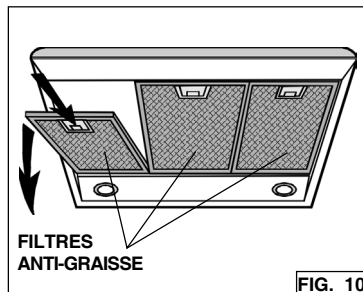

FIG. 10
1. Pour retirer le filtre à GRAISSE, attrapez la languette du taquet et abaissez-la afin de dégager le filtre de la hotte. Inclinez le filtre vers le bas et retirez-le (fig. 10).